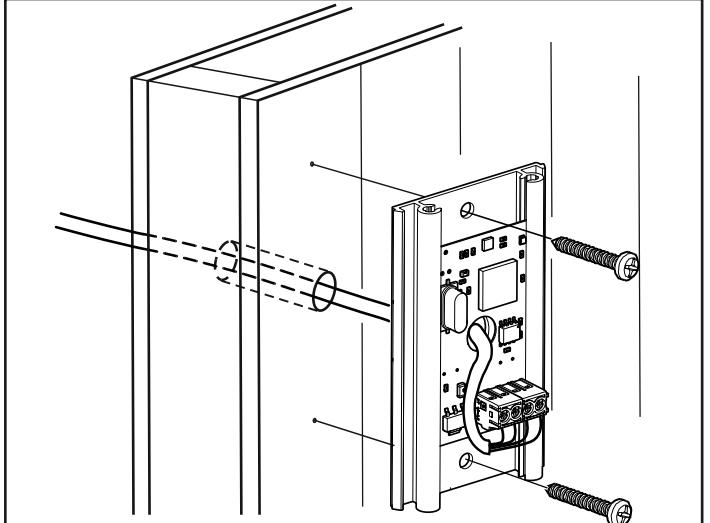

Afb. 14: Montage van de afvoerslang
10. Monteer de afvoerslang, draai het ventiel vast, klik de tuit vast en draai de slang op het waterreservoir vast (zie afbeelding 14).